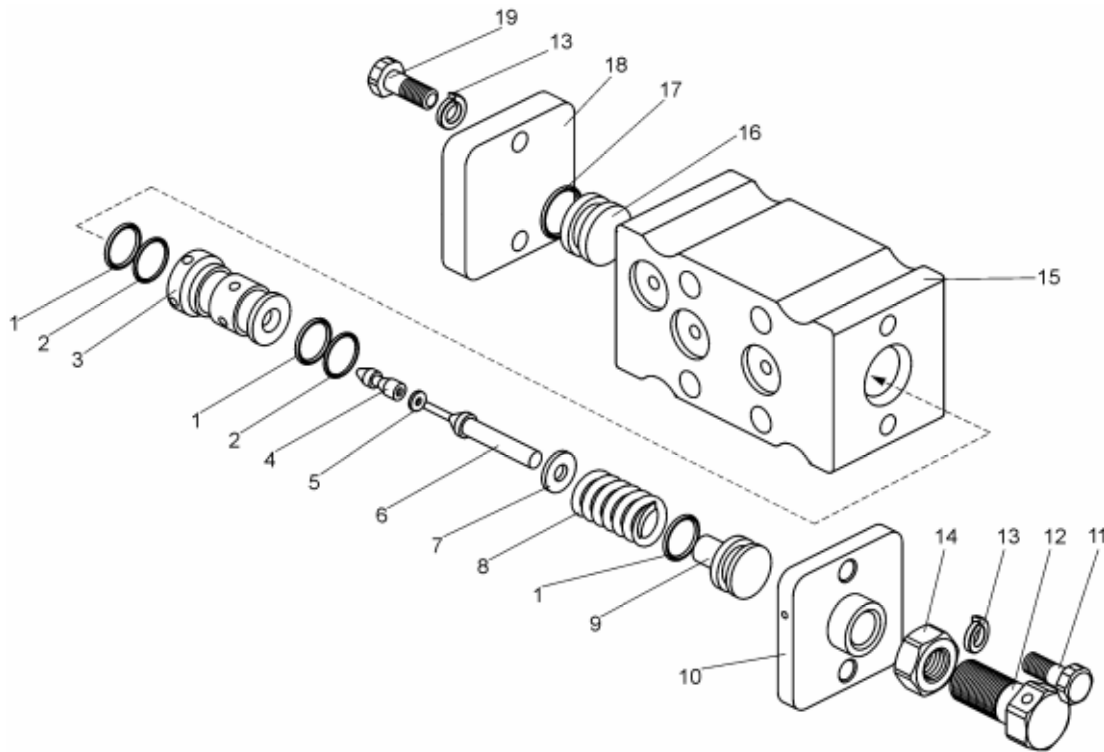

Рисунок 17.9 – Вспомогательный клапан:
- отвернуть болты 11 (рисунок 17.9) и снять крышку пружины 10;